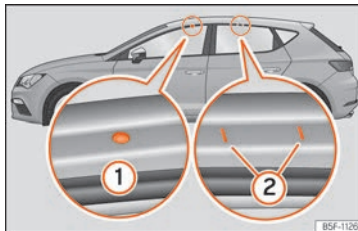

Fig. 161 Leon: puntos de fijación de las barras longitudinales para el portaequipajes del techo.
Los puntos de fijación delanteros y traseros ① y ② sólo pueden verse con las puertas abiertas >>> **fig. 161.**